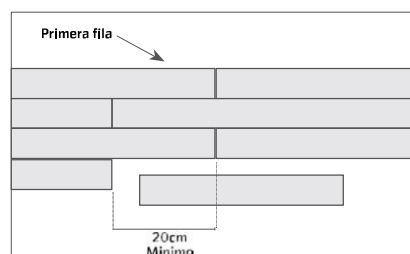

Figura 5
- **Mantenga un espacio de 20 cm** entre las juntas de los extremos después de las primeras cuatro filas para una mejor apariencia (Figura 5).